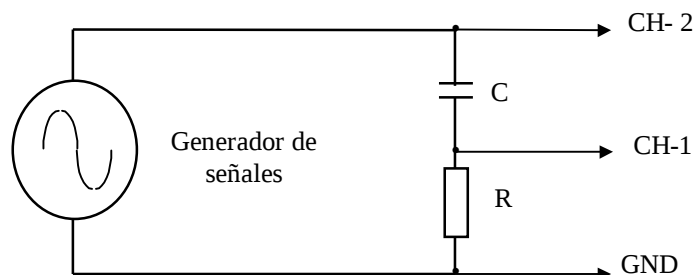

FIGURA 5.6. Circuito para medir el desfase entre dos señales
1. Realice el montaje indicado en la figura 5.6.